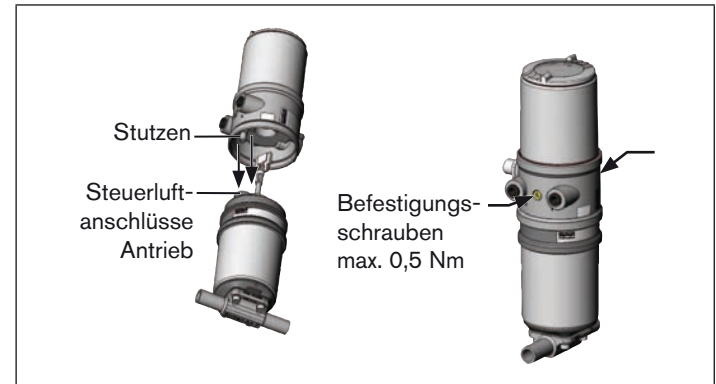

Bild 6: Montage Positioner, Reihe 2103, 23xx
2. die Stutzen des Positioners in die Steuerluftanschlüsse des Antriebs (siehe „Bild 6“) hineinfinden.